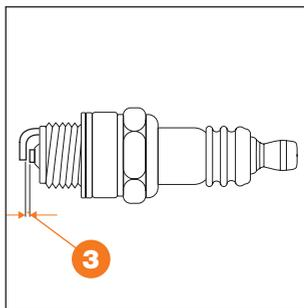

Рис. 39
- Расстояние между электродами должно быть: 0,7 - 0,8 мм **3** (Рис. 39).